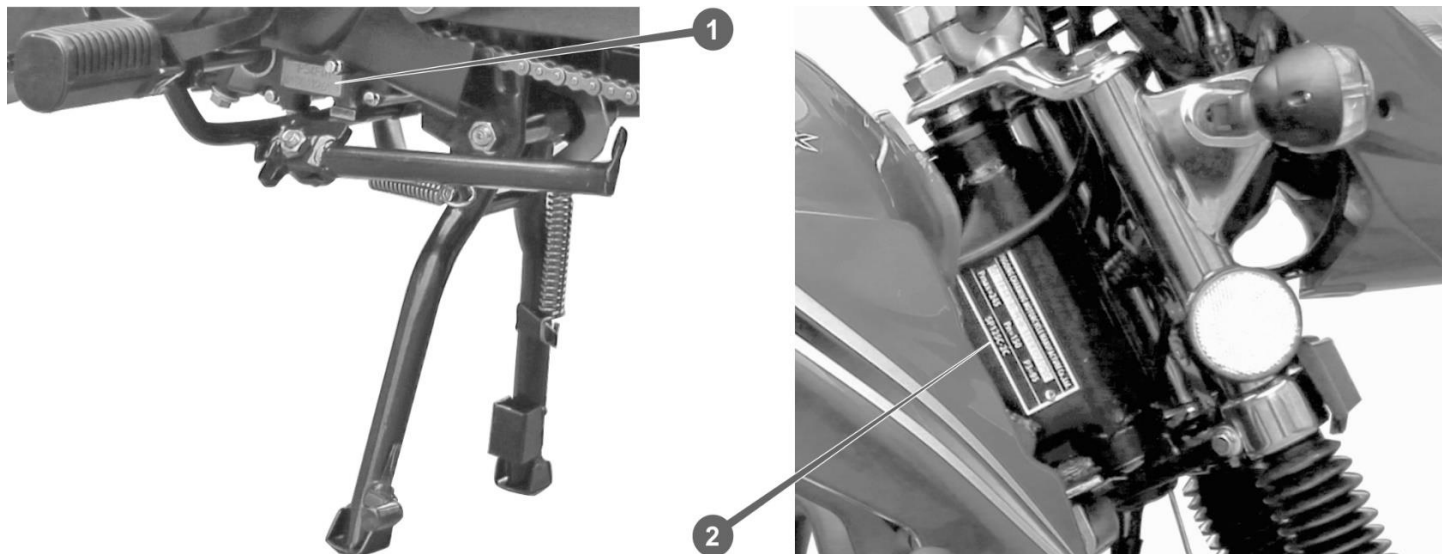

Рисунок 6. Серійні номери
6. Шланг зливання відстію (для зливання відкрутіть гвинт див. рис. 6 поз. 1)